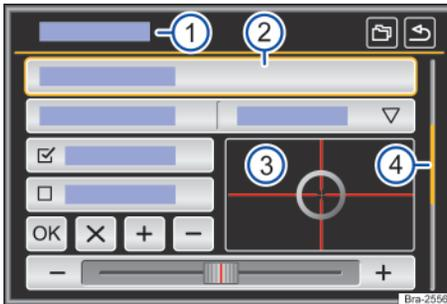

Fig. 125 Representación esquemática: cuadro general de los posibles botones de función en el display.
El equipo está equipado con touchscreen (pantalla táctil) → fig. 125 ③.
Los botones de función inician funciones o abren otros submenús. En submenús se indica, en la línea del título, el menú actualmente seleccionado → fig. 125 ①.